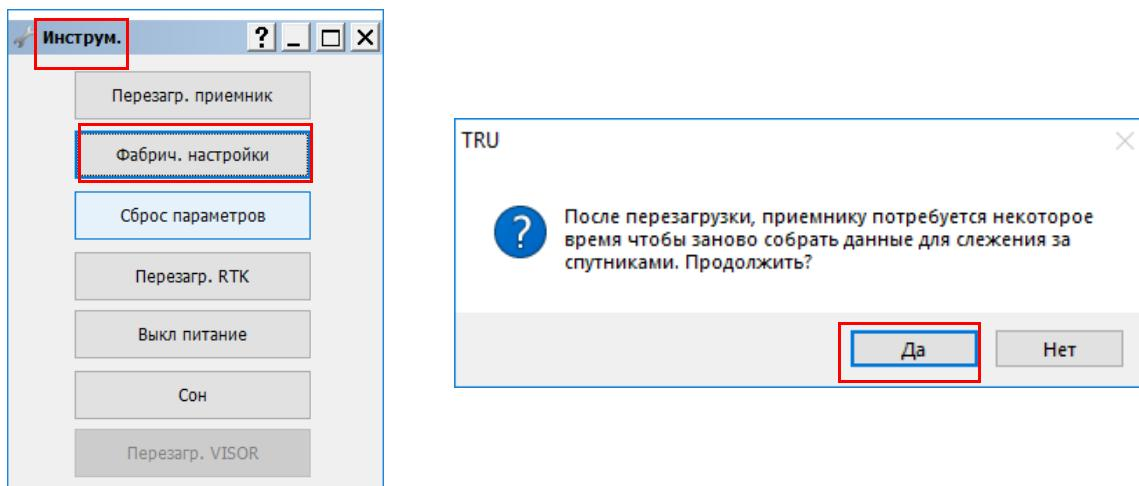

Рисунок 5-11: Окно Инструменты
- В главном окне кликните по иконке **Инструм.** . Откроется окно Инструм., в котором можно выполнить сброс к заводским настройкам и очистить NVRAM. (Рисунок 5-11).